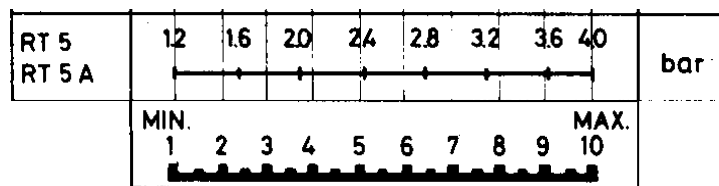

Рис. 4
- Повернуть регулятор до тех пор (1) пока стрелка шкалы (2) не достигнет значения давления, при котором требуется начать подачу теплоносителя;
- Снять крышку реле давления и установить барабан (3) на значении, выбранном в качестве дифференциала (останов подачи теплоносителя) в соответствии с диаграммой, приведенной на рис. 4.